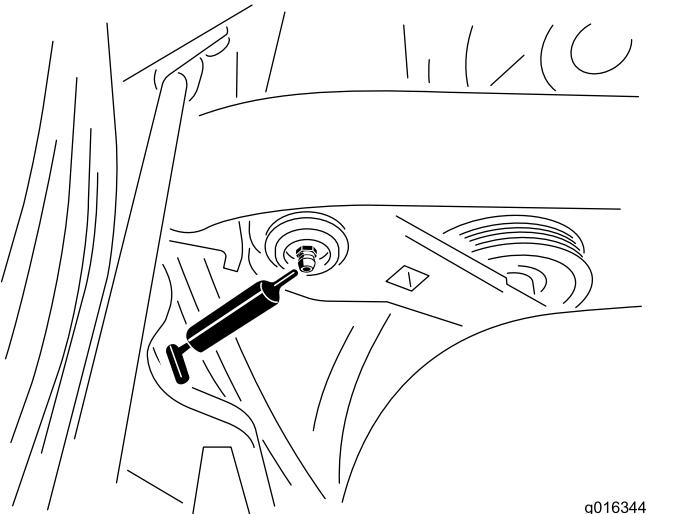

Figura 29
1. Pulite il raccordo di ingassaggio in modo da non forzare corpi estranei all'interno del cuscinetto o della boccola (Figura 29).